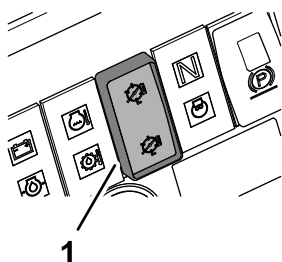

Figure 10
- Pour utiliser les unités de coupe, appuyez sur le haut de la commande générale (Figure 10).